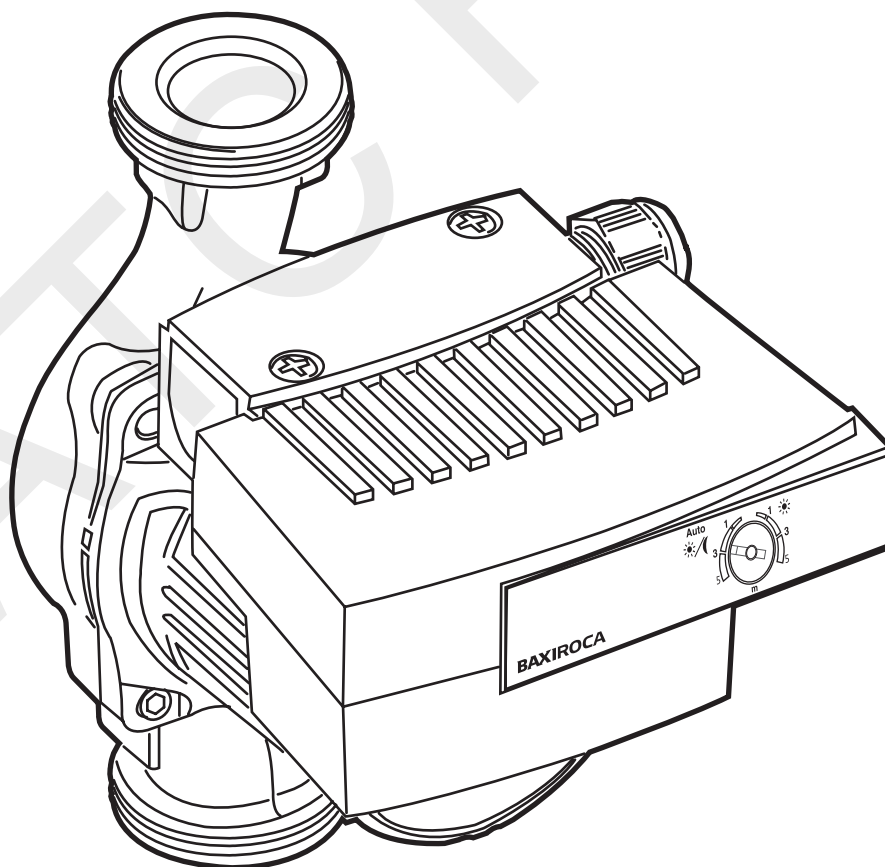

Fig. 1
6.1 Descripción de la bomba (fig. 1)
Elementos de mando (fig. 1):